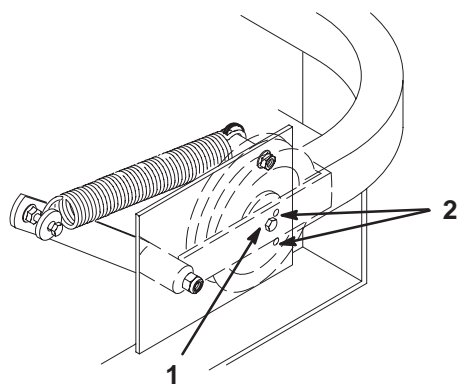

Figure 59
- Vérifiez la tension de la courroie. Le boulon central de la poulie de tension rappelée par ressort doit se trouver entre les deux trous d'alignement de la plaque de support gauche (Fig. 59).
Remarque : Contrôlez la position du boulon central à la hauteur de coupe la plus basse. Le boulon central doit être au même niveau ou en dessous du trou d'alignement supérieur. Contrôlez la position du boulon central à la hauteur de coupe la plus haute. Le boulon central doit être au même niveau ou au-dessus du trou d'alignement inférieur (Fig. 59).
- Vérifiez de nouveau la tension de la courroie. Le boulon central de la poulie de tension rappelée par ressort doit se trouver entre les deux trous d'alignement de la plaque de support gauche (Fig. 59). Réglez au besoin et serrez toute la visserie solidement.